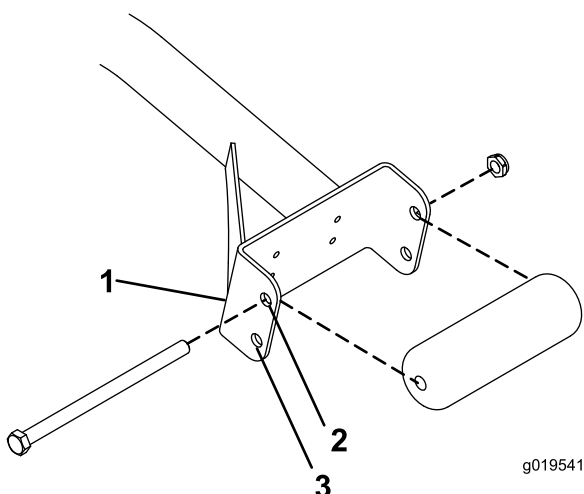

Bild 3
- Montieren Sie die Rollen für 69 cm-Mähwerke in den oberen Befestigungslöchern der Stützkanäle (Bild 3).
- Montieren Sie die Rollen für 81 cm-Mähwerke in den unteren Befestigungslöchern der Stützkanäle (Bild 3).